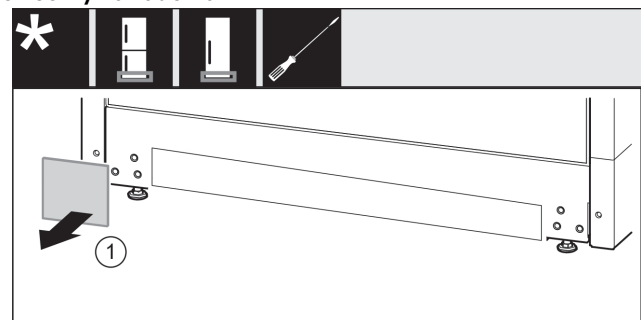

Fig. 11
- ▶ Odoberte kryt. Fig. 11 (1)